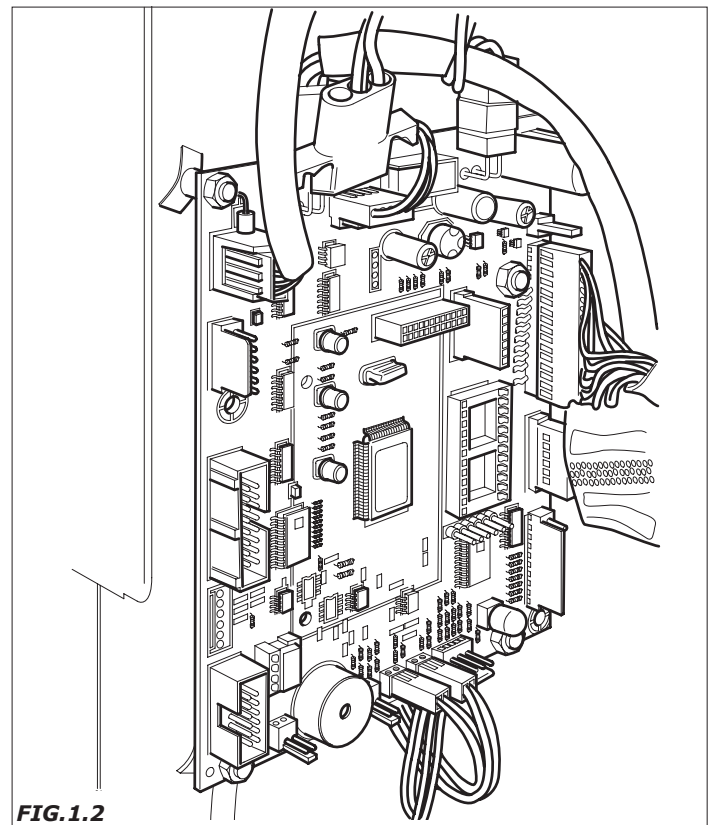

FIG.1.2
- versão do programa contido no micro-processor (plaqueta adesiva no componente montado na placa Master e na placa Potência ) (Fig.1.2).